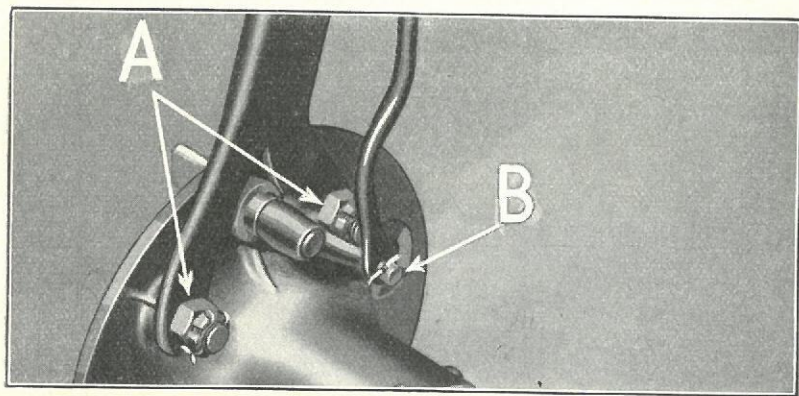

Fig. 363
- 650** Indsæt de to Bardunbolte gennem Bagakselhusets Flange, og anbring den spaltede Ende af Bardunen herpaa. Paasæt og spænd Møtrikkerne »A« (Fig. 363) til og sikrer dem med Splitter.